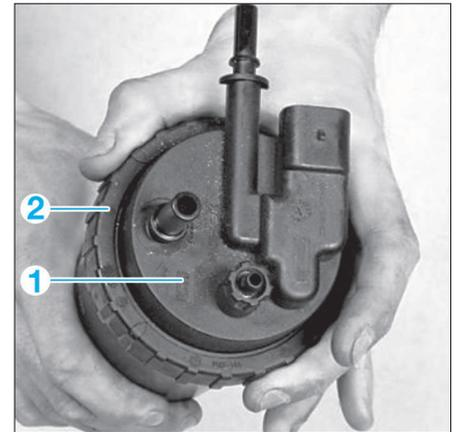

FIG. 30
- le couvercle (1) en faisant tourner l'anneau de verrouillage (2) (Fig.30).